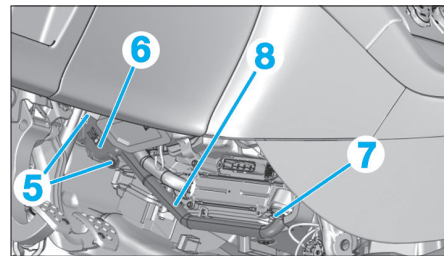

Fig. 35
- les 2 vis (5) (Fig.35),
- la platine de fixation des tuyaux (6),
- les agrafes (7).
- Ecarter le tuyau (8) du radiateur de chauffage.